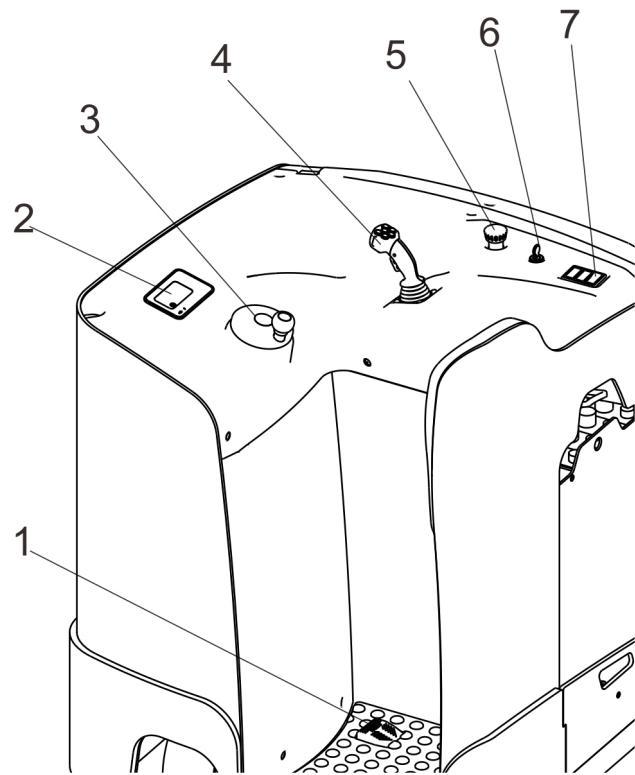
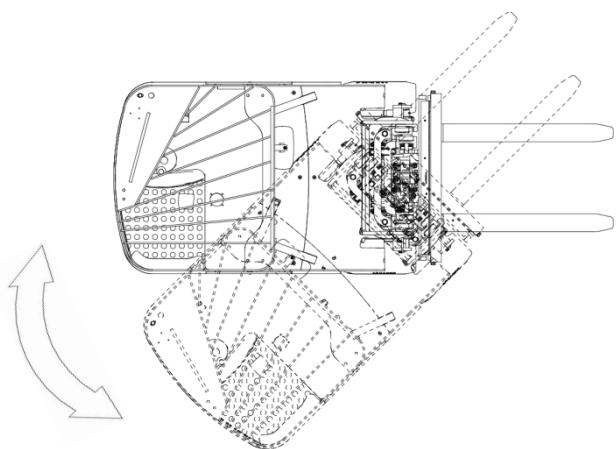

图 7-1 操作控制台
图 8-3 转弯轨迹示意图
- 小心的将急停开关 (图 7-1 中 5) 拔起；
- 开始操作时插入钥匙开关 (图 7-1 中 6)，将其旋转至打开位置；
- 车辆运行前须持续踩下脚踏开关 (图 7-1 中 1)，才可正常操作车辆。
- 车辆内置电子转向系统，通过方向盘（图 7-1 中 3）控制车辆转向（图 8-3）；